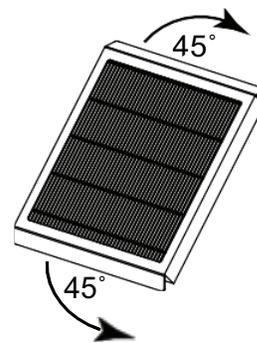

Fig. 26 – Pliez les volets à 45 °
12. Plier les deux rabats du filtre MERV13 pour former un angle de 45 degrés, tel qu'illustré ci-dessous (Fig. 26).